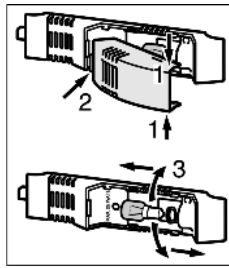

Fig. 18
- ▶ Возьмитесь за крышку лампы сверху и снизу Fig. 18 (1).
- ▶ Выведите крышку лампы сзади из зацепления и снимите Fig. 18 (2).
- ▶ Замените лампу Fig. 18 (3).